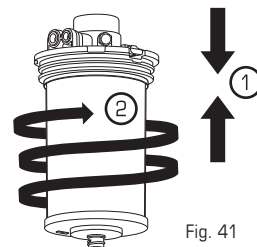

Fig. 41
El cartucho no está funcionando apropiadamente.	El cartucho no está enroscado en su lugar, pág. 11, Fig. 41. Si no, comuníquese con Servicio al Cliente, pág. 13, para obtener ayuda; es posible que el cartucho deba ser reemplazado.
10. **Presione firmemente** el cartucho junto con el soporte ①. **Enrosque** el cartucho en el soporte hasta que se DETENGA ② (Fig. 41).